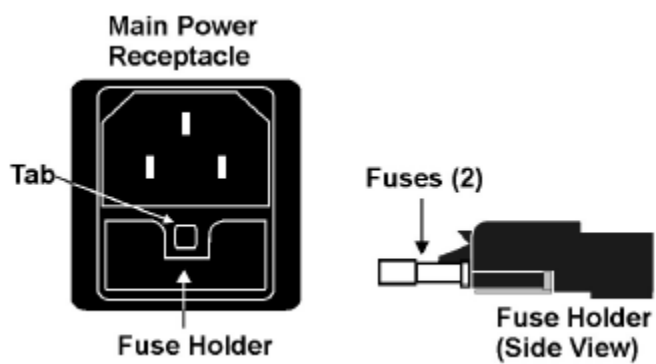

图 48. 更换保险丝
- 保险丝盒位于后面板主电源插座内。在保险丝盒两侧内凹处有锁定机构。用小改锥向中间拨动锁定销，保险丝盒向外弹出大约 1/16 英寸，向外拉出即可（见图 48）。